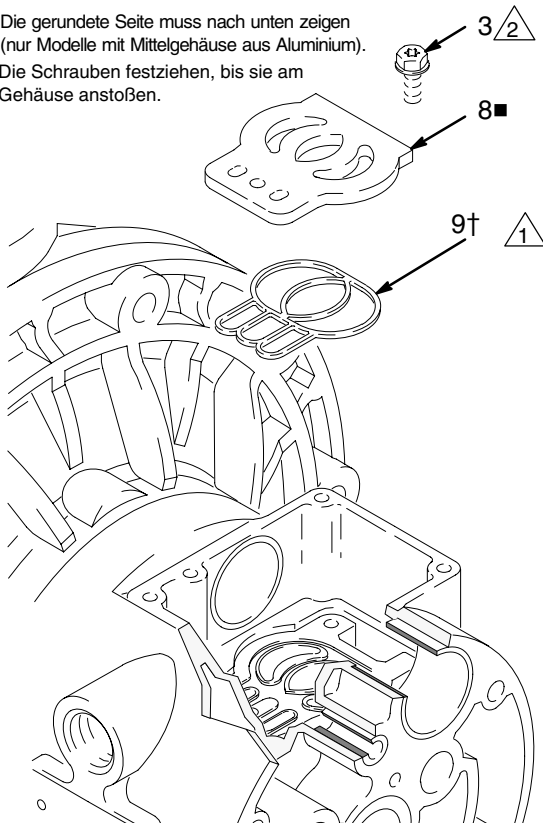

Abb. 10
5. Die Ventilplatte (8■) im eingebauten Zustand inspizieren. Ist sie schadhaft, mit einem Torx-Schraubenzieher (T20) oder einem 7-mm-Steckschlüssel die drei Schrauben (3) ausdrehen. Die Ventilplatte (8■) und, an Modellen mit Mittelgehäuse aus Aluminium, die Dichtung (9†) ausbauen. Siehe Abb. 10.
2. An Modellen mit Mittelgehäuse aus Aluminium die Dichtung der Ventilplatte (9†) in die Nut unten im Ventilhohraum einlegen. Die gerundete Seite der Dichtung **muss nach unten** in die Nut weisen. Siehe Abb. 10.
3. Die Ventilplatte (8■) in die Kammer einbauen. An Modellen mit Mittelgehäuse aus Aluminium ist die Platte umkehrbar, so dass jede Seite nach oben zeigen kann. Die drei Schrauben (3) mit einem Torx-Schraubenzieher (T20) oder einem 7-mm-Steckschlüssel eindrehen. Festziehen, bis die Schrauben am Gehäuse anstoßen. Siehe Abb. 10.